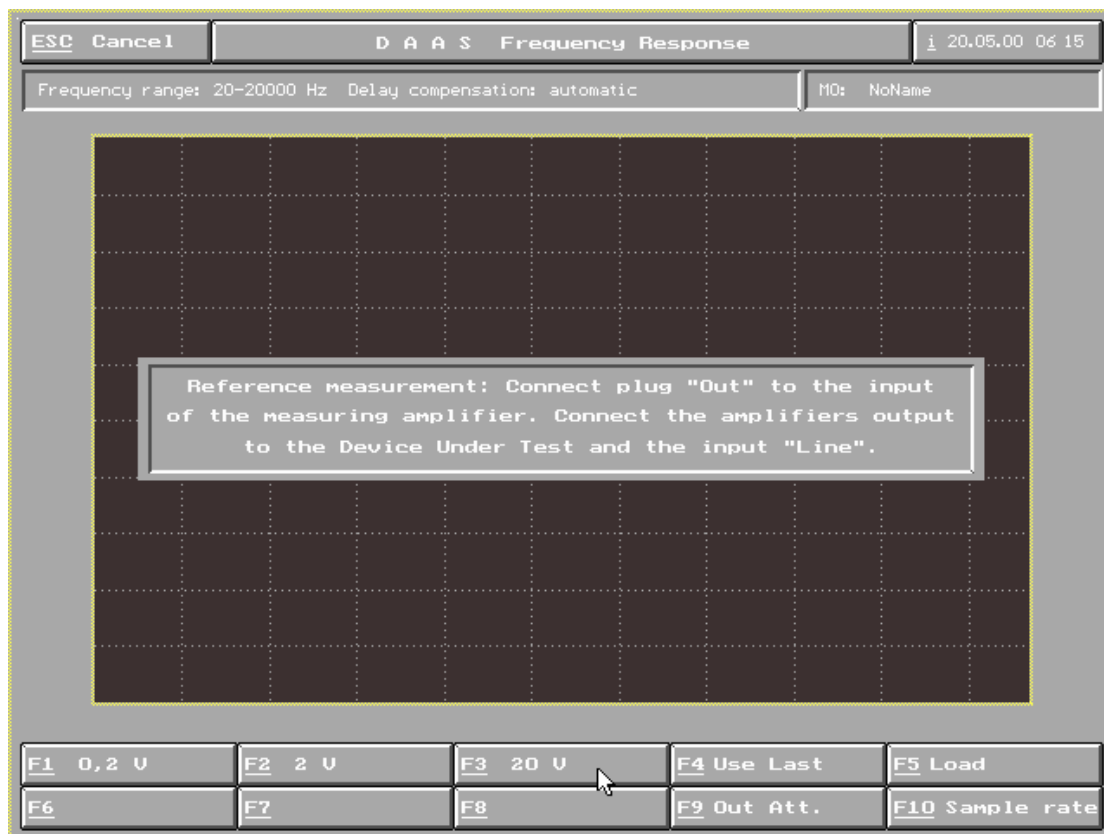

图 3
出现图 3 界面
- 3 图 3 中：
3>选择按 F3 20V 测量放大器输出电压, (如图 3)